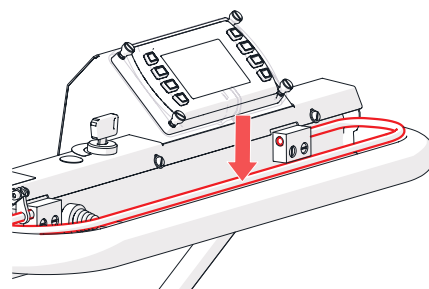

Abb. 14C - Sicherheitsbügel drücken
4. Drücken Sie auf den Sicherheitsbügel (Abb. 14C).